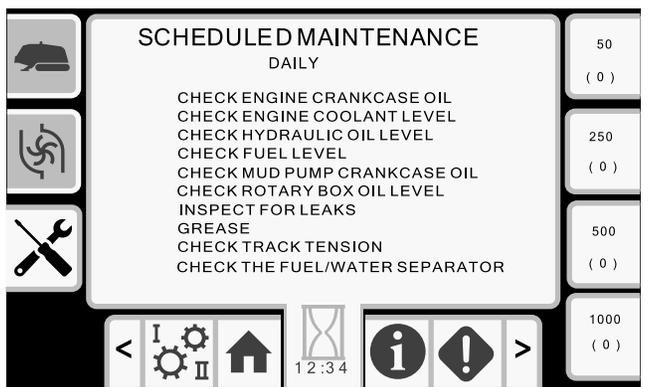

Figura 47
- Botón 3 – Programa de mantenimiento diario (Figura 47)